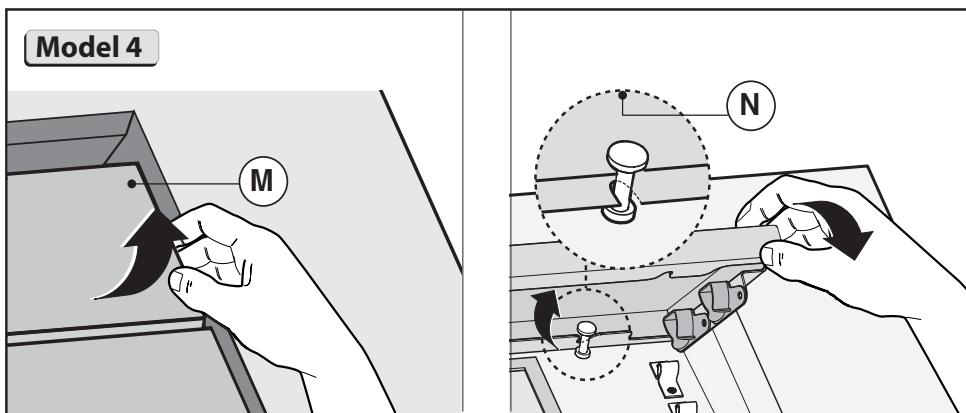

Fig.4.4
-Se si possiede la versione con tre pannelli **A** sganciarli dai perni di fissaggio tirando verso l'esterno (Fig.4.4) e successivamente sfilarli dai perni di sicurezza **N** (Fig.4.4) posti all'interno della cappa.